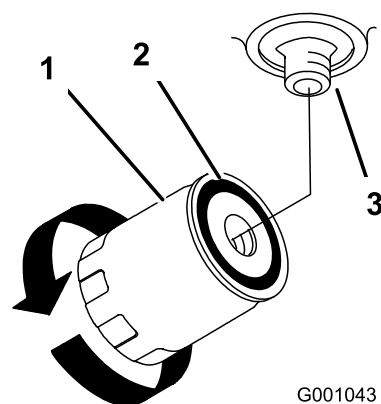

Figure 89
7. Appliquez une fine couche d'huile propre sur le joint en caoutchouc du filtre de rechange (Figure 89).
9. Remplissez le réservoir hydraulique jusqu'à ce que le liquide déborde du filtre. Tournez alors le filtre à huile dans le sens horaire jusqu'à ce que le joint en caoutchouc touche l'adaptateur du filtre. Serrez ensuite le filtre de ½ tour supplémentaire (Figure 89).